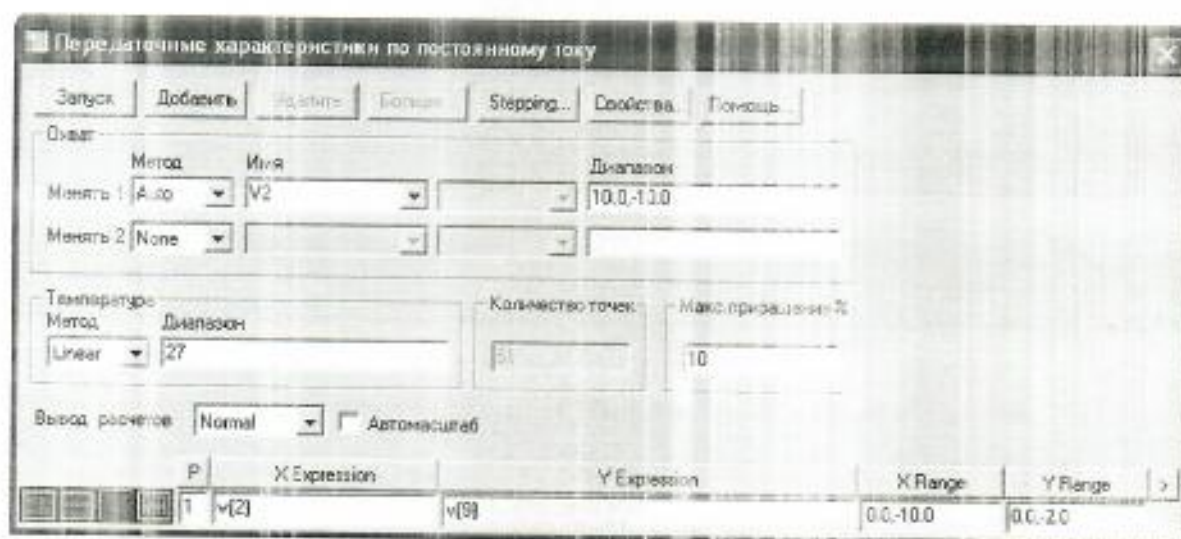

Рис.4.3. Окно задания параметров схемы ЛЭ ЭСЛ
7.левой кнопкой “мыши” нажать кнопку **Запуск**, на экране появится передаточная характеристика логического элемента ЭСЛ(рис.4.3), где по горизонтальной оси - входное напряжение, по вертикальной – выходное. Перемещая стрелку “мыши” по графику передаточной характеристики, наблюдаем строку из двух чисел, причем первое число указывает на значение входного напряжения, а второе число - на выходное напряжение для данной точки(показано на рис.4.3).